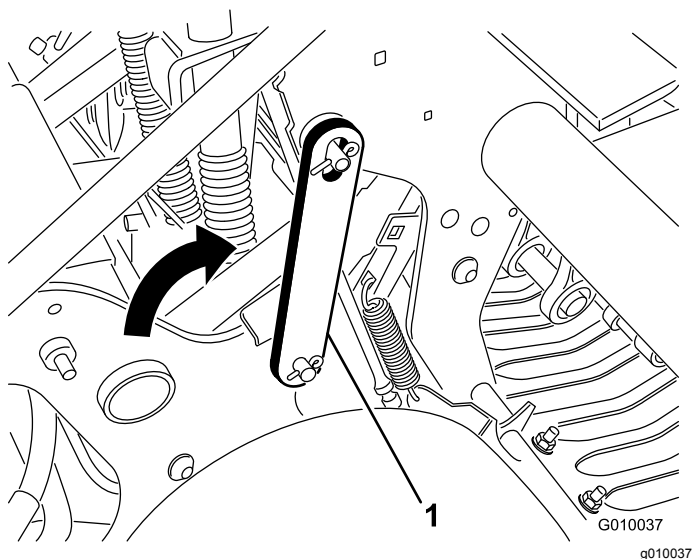

Figure 22
4. Faites pivoter le verrou de service en arrière et engagez-le sur la goupille de la tête d'aération (Figure 22). Fixez-le en place avec la goupille à anneau.